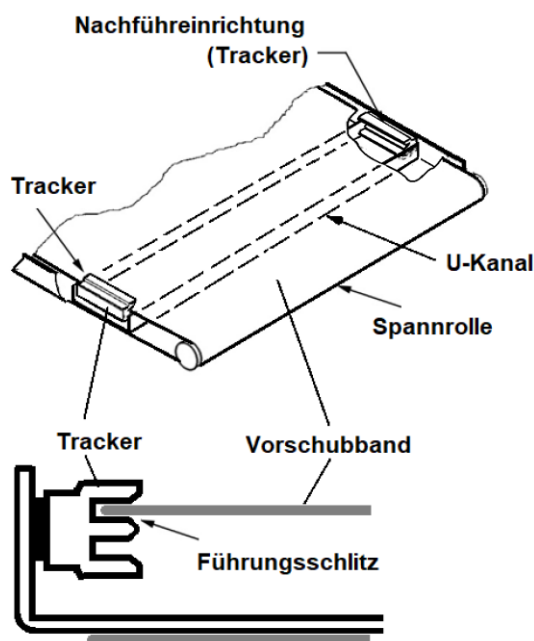

Abb. 11-1: Unterseite der Fördereinheit
3. Auf der Unterseite des Vorschubtisches sind U-förmige Kanäle angeschweißt. Die Nachführeinrichtung befindet sich auf der Innenseite des ersten U-Kanals auf der Zustellseite (Abb. 11-1). Die Rückseite der Nachführeinrichtung ist magnetisiert und haftet fest an der Seitenwand des Vorschubtisches.